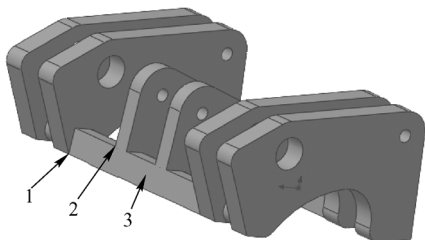
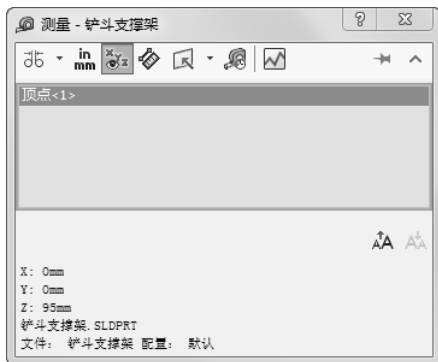

图 8-12 打开的文件实体
图 8-13 测量点坐标的“测量-XX”对话框
2) 测量点坐标。测量点坐标主要用来测量草图中的点、模型中的顶点坐标。单击图 8-12 所示的点 1，在“测量-XX”对话框中便会显示该点的坐标值，如图 8-13 所示。
3) 测量距离。测量距离主要用来测量两点、两条边和两面之间的距离。单击图 8-12 所示的点 1 和点 2, 在“测量”对话框中便会显示所选两点的绝对距离以及  $x$ 、 $y$  和  $z$  坐标的差值, 如图 8-14 所示。
4) 测量面积与周长。测量面积与周长主要用来测量实体某一表面的面积与周长。单击图 8-12 所示的面 3, 在“测量”对话框中便会显示该面的面积与周长, 如图 8-15 所示。